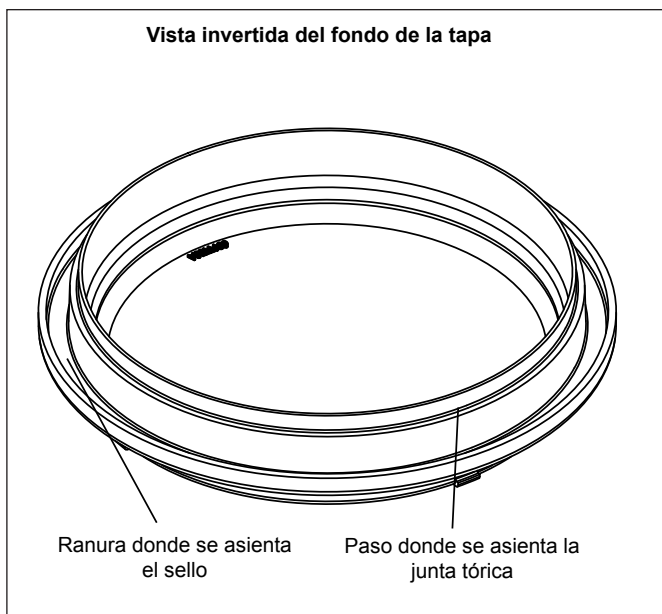

Figura 8. Colocación de la junta tórica azul de prueba de presión
2. Coloque la junta tórica azul en el paso situado $\frac{1}{4}$ " de la parte inferior de la tapa. Véase Figura 8.
NOTA La junta tórica azul se encuentra aproximadamente a $\frac{1}{4}$ " de distancia de la junta. Véase Figura 8.